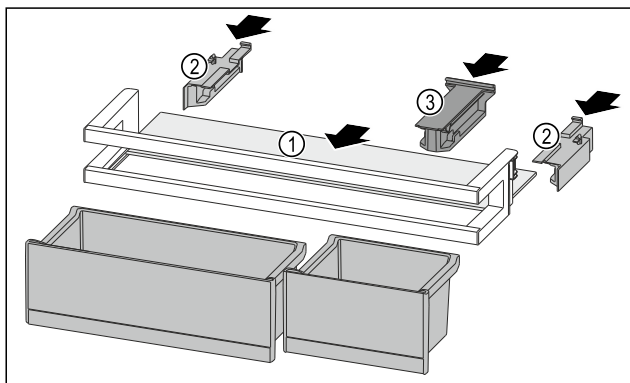

Fig. 251
- ▶ Umetnite policu Fig. 251 (1) u bočna udubljenja.
- ▶ Umetnite bočne dijelove Fig. 251 (2).
- ▶ Umetnite pridržni dio Fig. 251 (3).